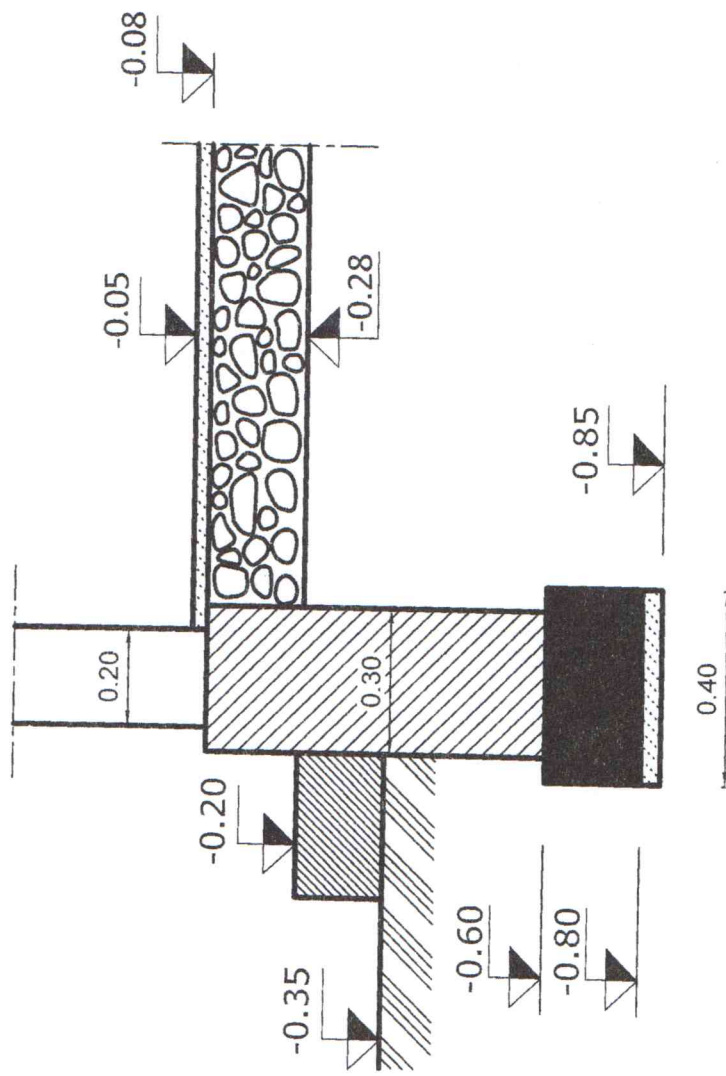

Fig.B1
a. Infrastructure : (voir Fig. B1)